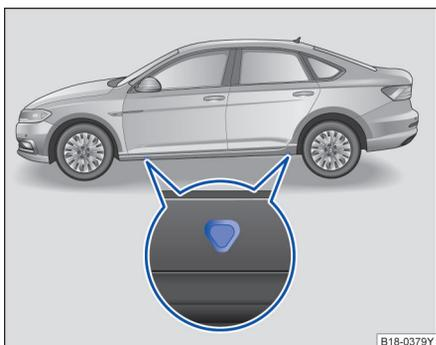
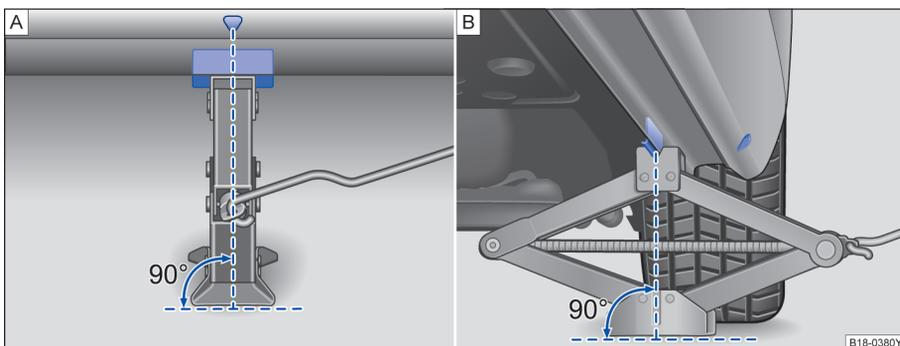

图 168 汽车底板：千斤顶的支撑点
图 169 将千斤顶放在汽车左后侧
汽车千斤顶只允许放置在图示支撑点（车身上的标记）处  图 168 或  图 169。在每个车轮旁都有相应的支撑点 。
5. 在车身体底部下方找到靠近更换的车轮侧的千斤顶支撑点  图 168。